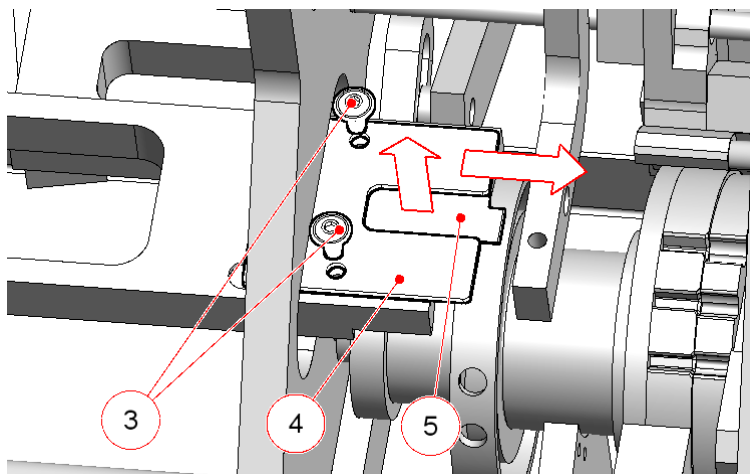

Fig. 21: Sostituzione delle lame per il taglio dei puntalini
- Allentare entrambe le viti (v. fig. 21, pos. 3) con una chiave a brugola di misura 2,5.
- Rimuovere la copertura della lama di taglio dei puntalini (v. fig. 21, pos. 4).
- Sostituire le lame di taglio dei puntalini (v. fig. 21, pos. 5).